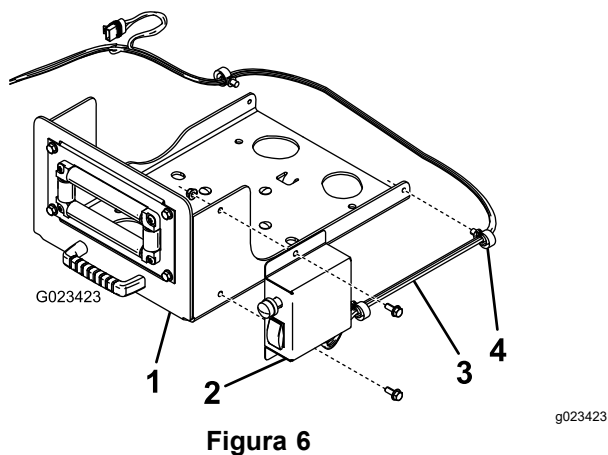

Figura 6
5. Monte la caja de interruptores en el soporte giratorio con 2 pernos (5/16") y 2 tuercas con arandela prensada (5/16"), según se muestra en Figura 6.
6. Sujete el arnés de cables al lateral del soporte giratorio usando los clips existentes (Figura 6).